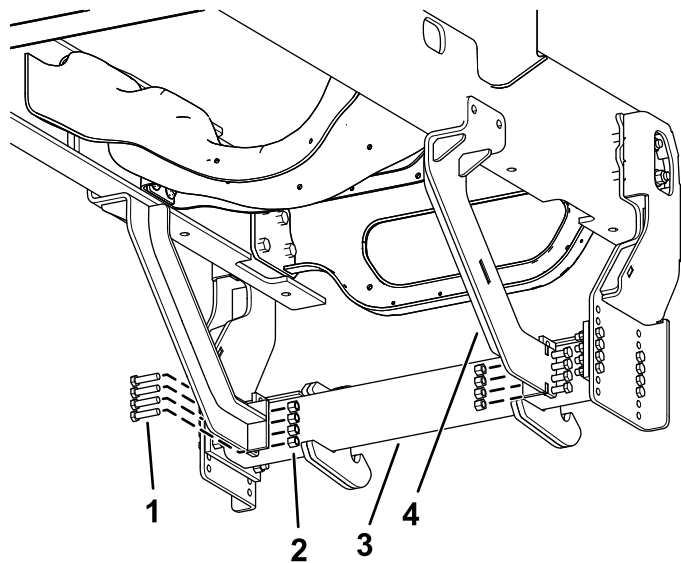

Figura 3
- Sujete los soportes en ángulo a la viga de empuje con 8 pernos (½" x 2") y 8 tuercas (½"), como se muestra en la Figura 3.